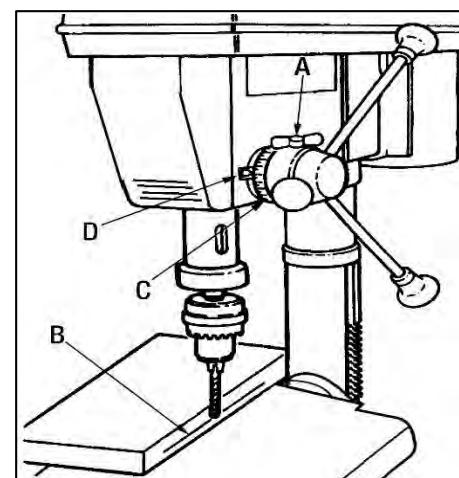

Рисунок 16.
Чтобы просверлить несквозное отверстие на заданную глубину, отметьте глубину отверстия на заготовке. Ослабьте ручку-фиксатор (A) шкалы глубины (рис. 16).